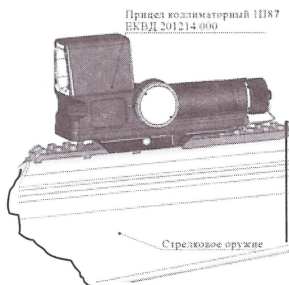

Рис. 5 Боевое положение прицела на оружии
2.3.2 Приведение прицела из походного положения в боевое на стрелковом оружии (рис.5).